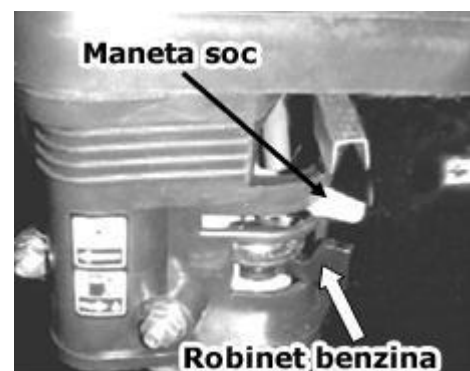

Figura 34
3. Deschideți robinetul de combustibil în direcția săgetii de pe acesta. Consultați Figura 34.
4. Atunci când motorul porneste la rece, plasati socul pe poziția "deschis" în direcția săgetii de identificare. Atunci când motorul porneste la cald, plasati socul pe pozitia "inchis". Consultați Figura 34.
11. Dacă motorul pe benzină este pornit la rece, mutați încet maneta soc, de la poziția "deschis" la "închis" după pornire. Consultați Figura 34.
- 3) Puneți robinetul de benzină pe poziția închis. Consultați Figura 34.